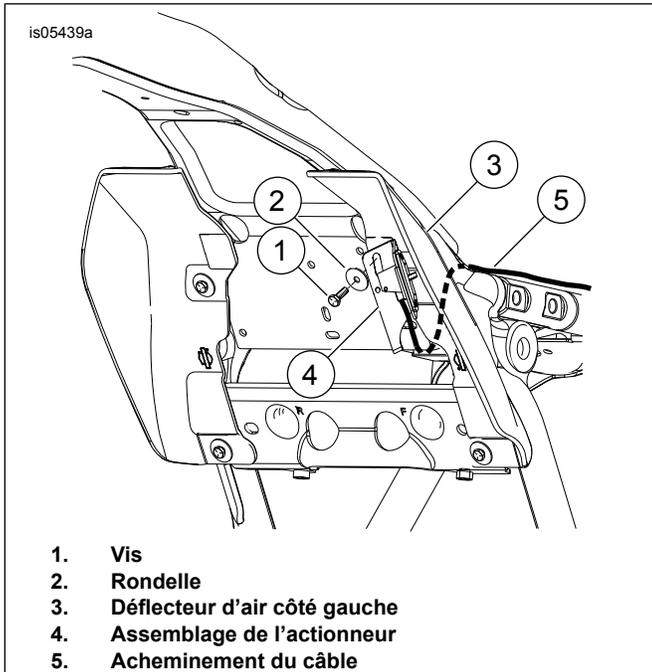

Figure 5. Installation de l'assemblage de l'actionneur avec déflecteur d'air à cadre central
3. Voir Figure 5 . Tirer l'attache en plastique du fil de bougie hors du trou de la plaque à l'emplacement où le support de la poignée de réglage va être monté. Jeter le collier de serrage plastique du tuyau.
8. Voir la figure 5. Vérifier que le câble de réglage du dossier n'est pas relié au support de montage. En commençant au niveau de l'actionneur, faire passer le câble du dossier sous la plaque de la traverse puis vers le haut à travers le cadre (5).
10. Voir la figure 5. Glisser le côté plat du support de l'actionneur (4) derrière les fils et aligner le trou de montage supérieur du déflecteur sur la fente du support de la poignée de réglage. Veiller à ce que le crochet/la languette pliée du support s'engage sur le bord de la plaque de la traverse. Une fois l'ensemble aligné, placer et serrer la vis et la rondelle.